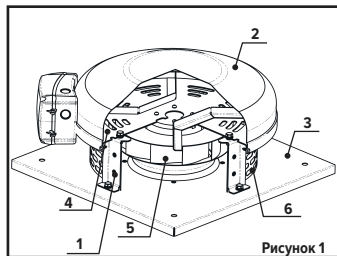

Рисунок 1
- убедиться в легком и плавном (без заеданий) вращении рабочего колеса (см. рисунок 1. поз. 5);